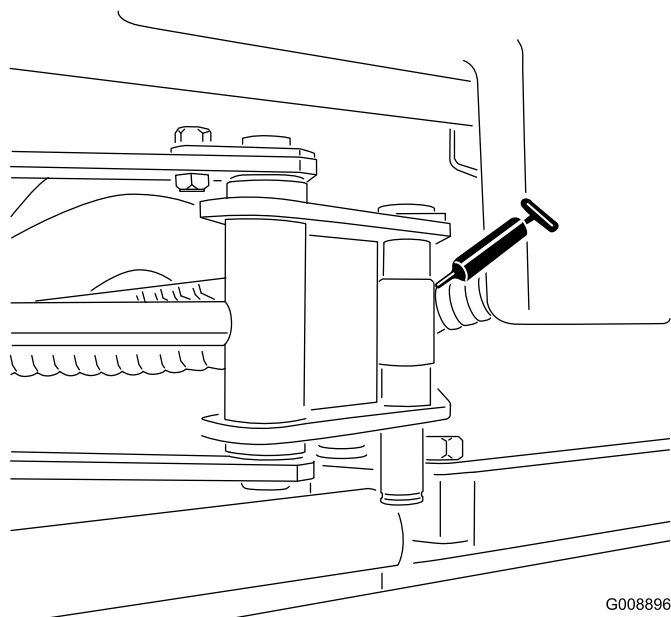

Рисунок 39
- Торцы цилиндров SideWinder (2) (Рисунок 39)